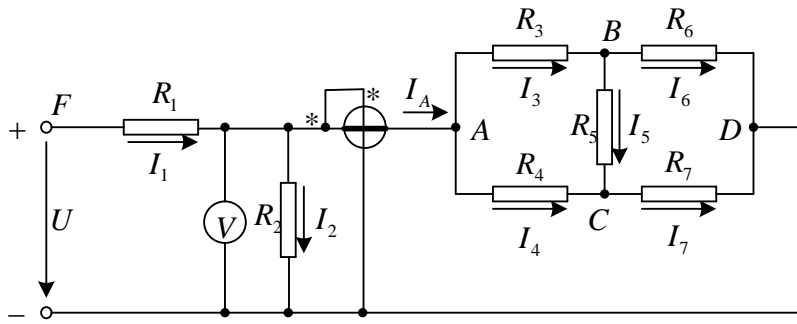

Рис. 1.1
1. По базе данных для своего варианта определить параметры электрической цепи (рис. 1.1), питающейся от сети постоянного тока с напряжением U .